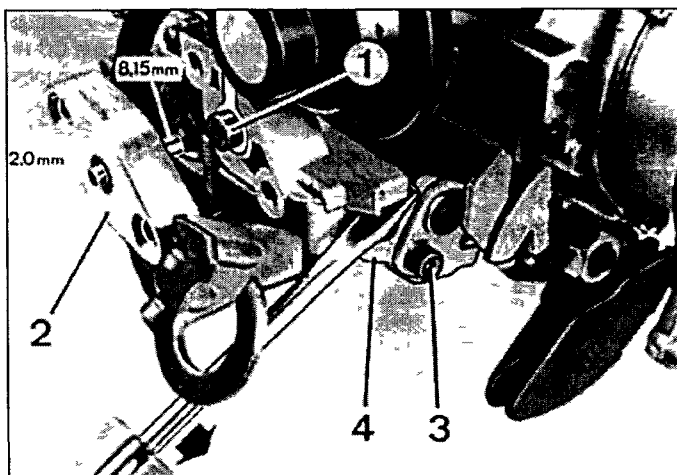

Рис. 4.29 Установка пусковых оборотов - положение кулачка "прогрев"
- 9 Установите вставку (рис. 4.29).
- 9 Ослабьте винт "3" (см. рис. 4.29).